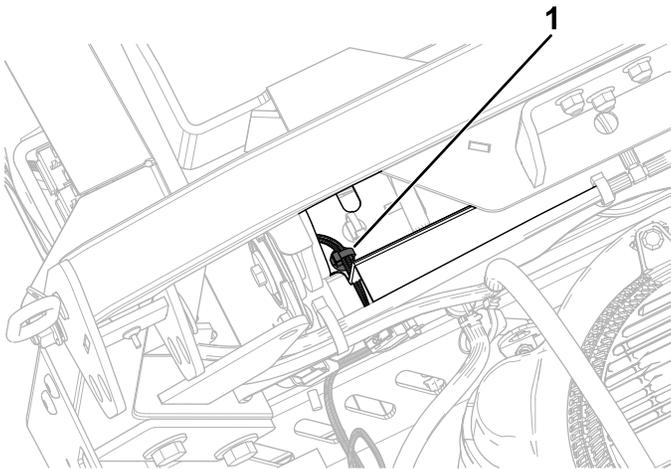

Figura 14
3. Instale la segunda grapa en el soporte trasero del depósito de combustible (Figura 14).